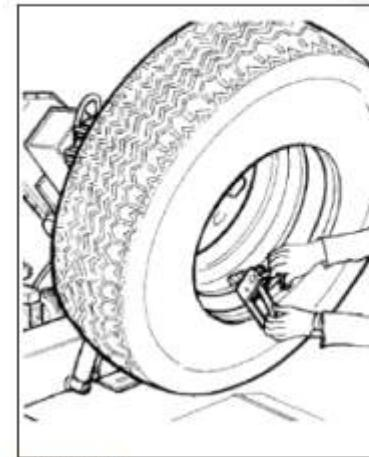

Рисунок 20
- 8) Снимите хомут и прикрепите его ко второму бортику внизу с внешней стороны (б «часов») (см. рис.20).
10) Прикрепите хомут ко второму бортику с внешней стороны (6 часов) (см. рис. 20).